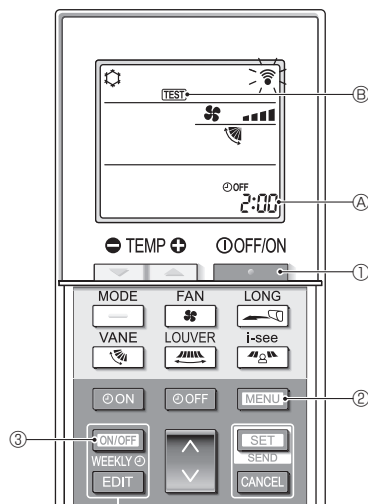

Fig. 7-5
7.2.2. Verwendung der drahtlosen Fernbedienung (Fig. 7-5)
- Drücken Sie die Taste ①, um die Klimaanlage anzuhalten.
- Wenn der Wochen-Timer aktiviert ist (**WEEKLY** eingeschaltet ist), drücken Sie die Taste ③, um ihn zu deaktivieren (**WEEKLY** ist ausgeschaltet).
- Drücken Sie die Taste ② 5 Sekunden lang.
- Drücken Sie die Taste ②.
- TEST** ④ leuchtet auf und das Gerät tritt in den Testlaufmodus ein.